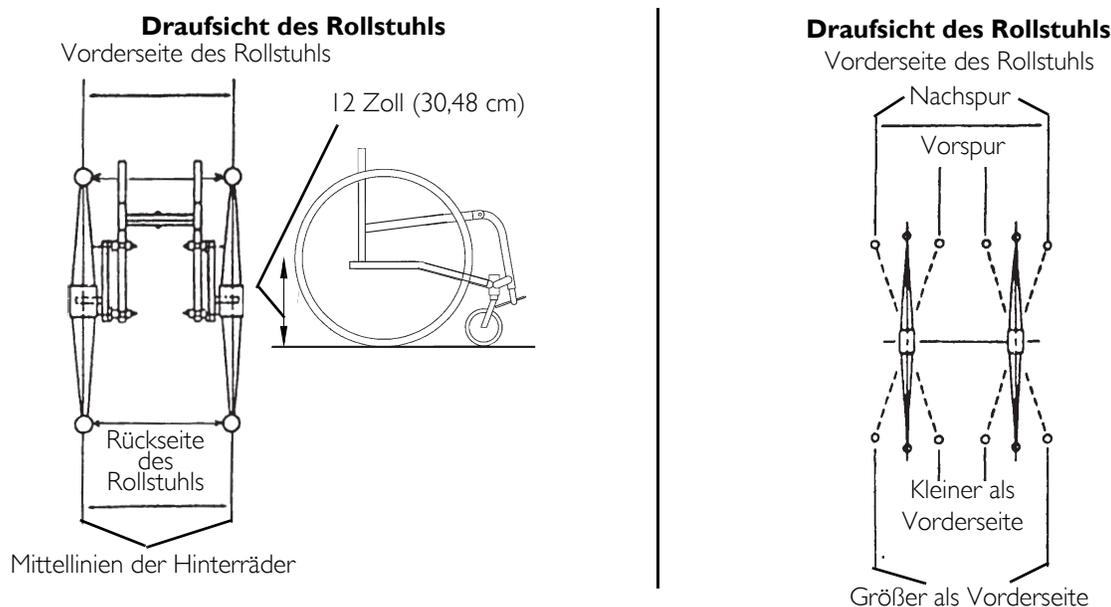

ABBILDUNG 5.8 Bestimmen von Vorspur/Nachspur - Messung der Mittellinien der Hinterräder
HINWEIS: Nähere Angaben zu diesem Verfahren finden Sie in ABBILDUNG 5.8.
2. Messen Sie den Abstand zwischen den Mittellinien an der Hinterseite und Vorderseite der Hinterräder auf ungefähr 12 Zoll (30,48 cm) vom Grund/Boden (ABBILDUNG 5.8).
- Wenn die Messung der hinteren Mittellinie der Hinterräder **KLEINER** als die Messung der vorderen Mittellinie der Hinterräder ist, liegt eine **NACHSPUR**-Situation vor (ABBILDUNG 5.8).
- Wenn die Messung der vorderen Mittellinie der Hinterräder **GRÖßER** als die Messung der hinteren Mittellinie der Hinterräder ist, liegt eine **VORSPUR**-Situation vor (ABBILDUNG 5.8).